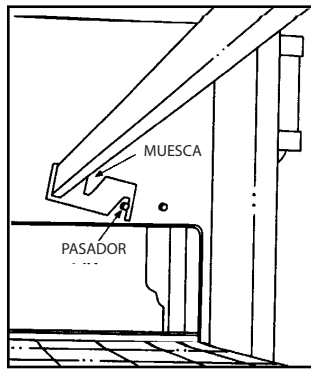

Figura 1
1. Antes de instalar los soportes de retención en los hornos, asegúrese de que se haya retirado todo el material de embalaje del recubrimiento de la cámara impelente. Coloque boca abajo los soportes de retención del distribuidor de calor para instalarlos y enganche el pasador de retención como se muestra. **(Consulte la Figura 1).**